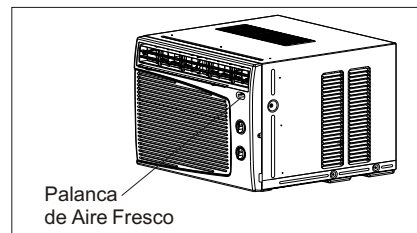

Fig.10
**Ventilación de aire fresco** se usa para mantener en la posición cerrado. Usando sólo para limpiar humos y/o olores de la habitación, tire a comenzar. Vea la Fig.10.